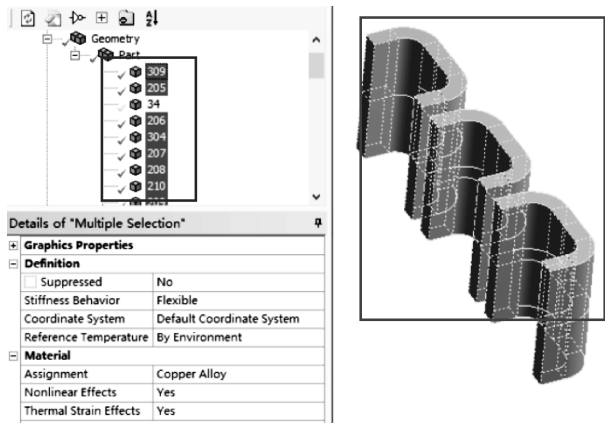

图 10-11 为线圈分配材料
(1) 在导航树里单击【Named Selections】展开→【Open Domain, Core】，并右键选择【Hide Bodies in Group】，隐藏【Open Domain, Core】。
(2) 在图形区域，右键选择【Select All】或 Ctrl + A，选择所有线圈，再次单击右键从弹出的快捷菜单中选择【Go To】→【Corresponding Bodies in Tree】转移到导航树区域，单击【Details of “Multiple Selection”】→【Material】→【Assignment】= Copper Alloy，如图 10-11 所示。
(3) 其他两零件材料默认，但需保证 Core 材料为 Structural Steel，Air 材料为 Air。